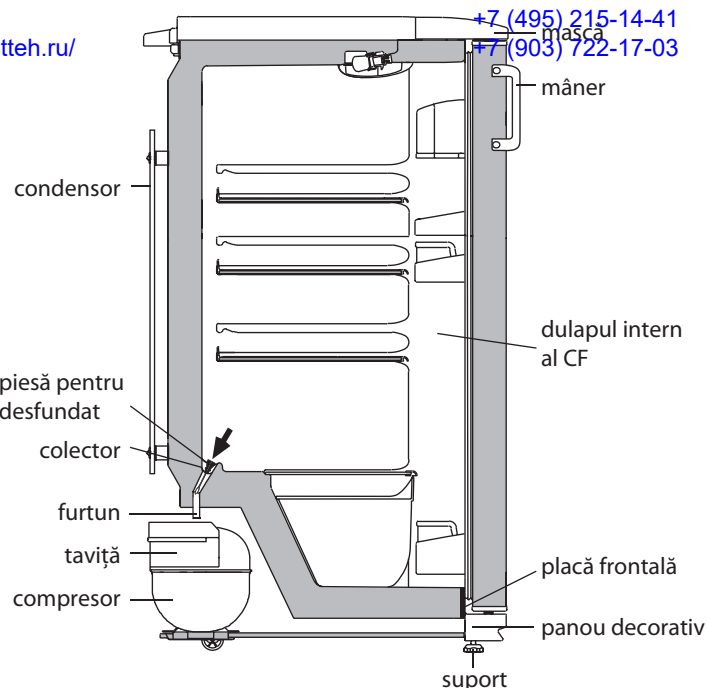

Figura 4 — Schema scurgerii apei rezultate în urma topirii din CF
2.2.1 În CF se folosește un sistem automat de dezghețare. Bruma, care apare pe pereții din spate al CF, după deconectarea compresorului care lucrează în ciclu, se topește și se transformă în picături de apă. Picăturile de apă rezultată în urma topirii se scurg în colector, apoi prin gaura acestuia și prin furtun - în tavița de pe compresor, în conformitate cu figura 4 și se evaporă.
Prezența apei în colector indică înfundarea sistemului de drenaj. eliminarea înfundării folosiți piesa corespunzătoare și curățați gaura colectorului, astfel ca apa să se scurgă liber în taviță, apoi spălați piesa și instalați-o în conformitate cu figura 4.
SE INTERZICE să utilizați frigiderul cu sistemul de scurgere înfundat. Apa care a apărut pe fundul CF sau care a ajuns în locul de alăturare a plăcii frontale și a dulapului interior al CF, în conformitate cu figura 4, poate provoca coroziunea dulapului exterior al frigiderului și elementelor agregatului frigorific, defectarea izolației termice, formarea crăpăturilor dulapului interior și defectăunea frigiderului.